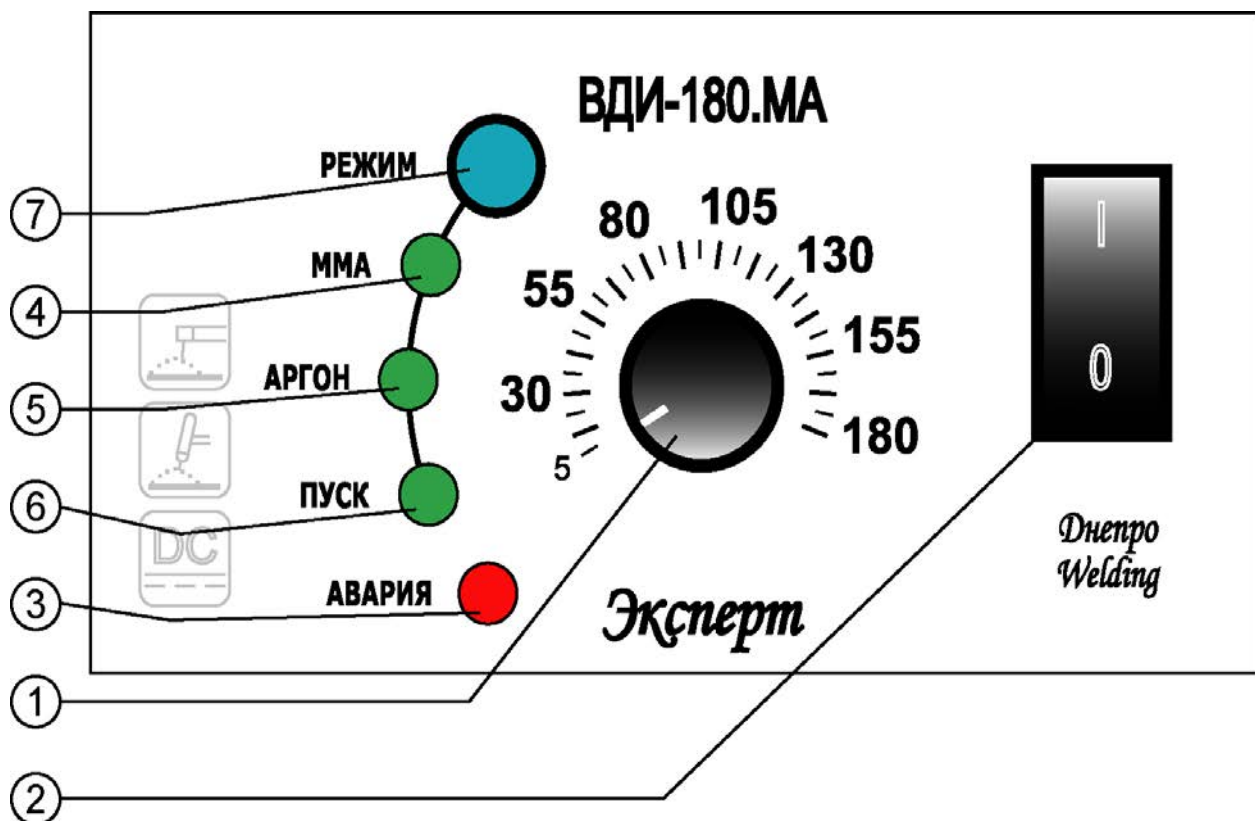

Рис.1
- 5.2. Изделие выполнено в виде переносного блока с отсоединяемыми сварочными кабелями. На лицевую панель Изделия выведены органы индикации, управления и разъёмы для подключения кабелей (см. рис.1)
- 7.6. Включение и выключение аппарата производится выключателем «СЕТЬ» (поз.2, рис.1) на лицевой панели.
- 7.7. Выбор необходимого режима работы производится нажатием кнопки «Режим» (поз.7, рис.1) и индицируется включением определённого светодиода на лицевой панели аппарата (поз.4-6, рис.1). Выбранный режим сохраняется после отключения питания.
8.3.2. Подсоедините клеммы аккумулятора к аппарату, соблюдая полярность («+» к плюсовому контакту, «-» к минусовому). О наличии тока зарядки сигнализирует мигающий светодиод (поз.6, рис. 1). Когда напряжение на клеммах достигнет 15В, подача тока зарядки прекратится. Светодиод перестанет мигать.